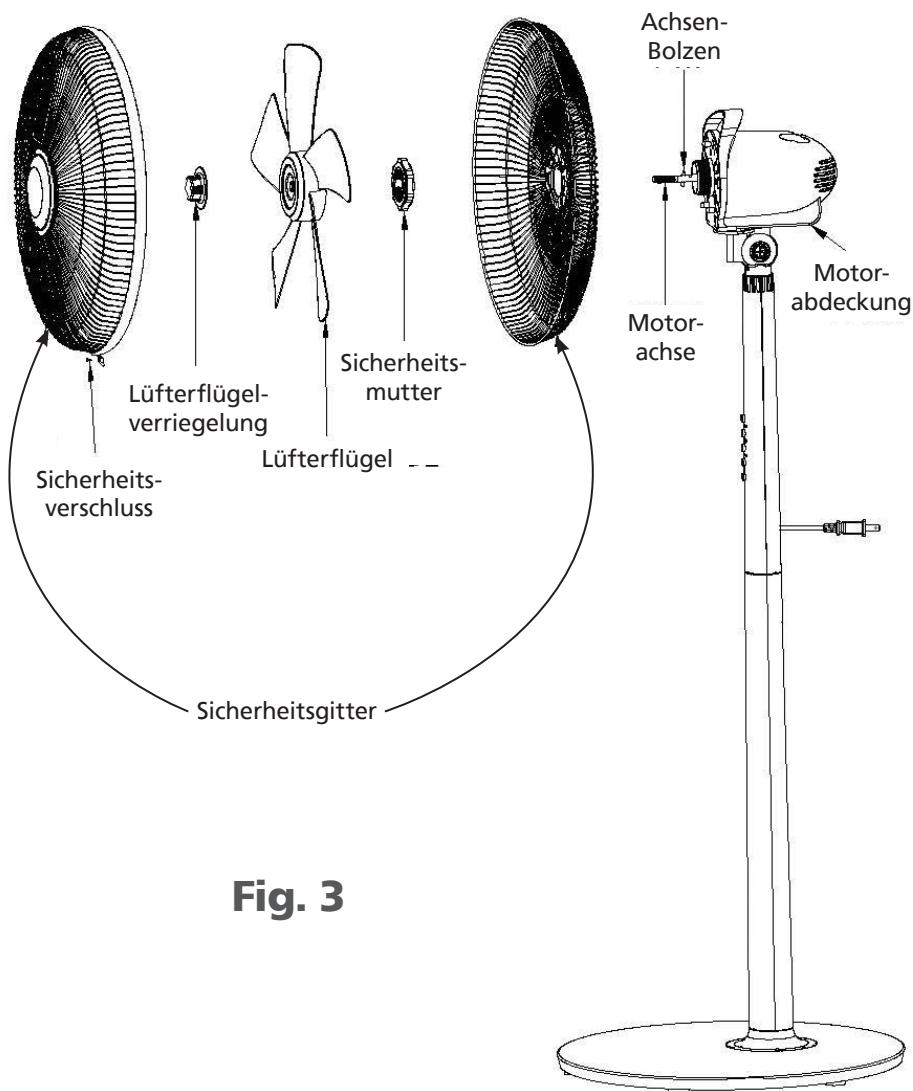

Fig. 3
1. Nehmen Sie die Lüfterflügel-Verriegelung und die Sicherheitsmutter von der Motorachse. Platzieren Sie das hintere Sicherheitsgitter sicher auf dem Achsen-Bolzen. Befestigen Sie das Sicherheitsgitter mit der Sicherheitsmutter am Motorblock (Fig. 3).